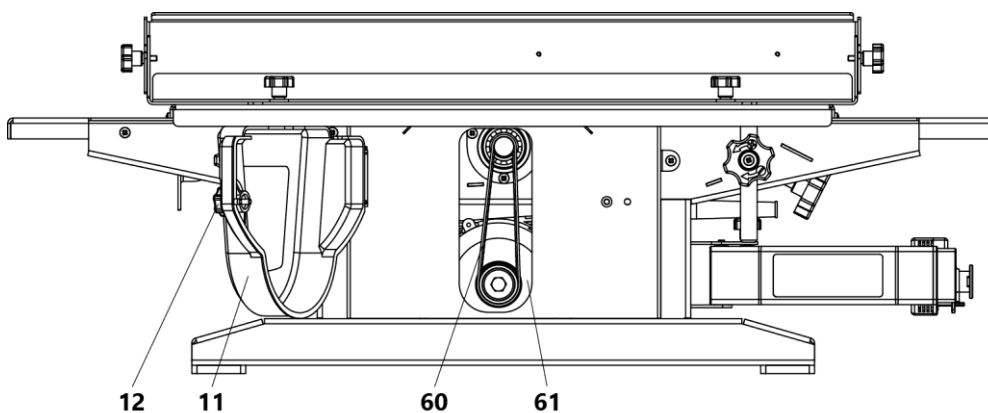

Рисунок 17. Установка приводного ремня
- выкрутить ручку 12 и отвернуть кожух 11 (рис. 17);